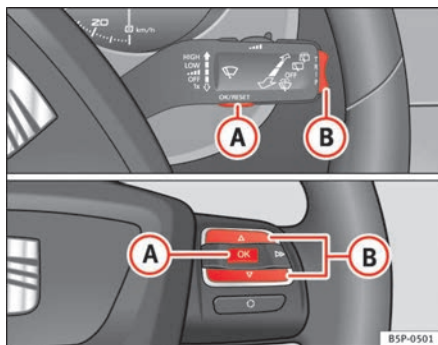

Abb. 39 Schaltwippen A und B. Bedienelemente am Lenkrad.
Ist demnächst ein Service fällig, erscheint in den Kilometeranzeigen eine **Service-Vorwarnung**. Es erscheint ein „Schraubenschlüssel“-Symbol und die Anzeige „km“ mit der Kilometerangabe, die bis zum fälligen Service-Termin gefahren werden kann. Nach etwa 10 Sekunden wechselt diese Anzeige. Es erscheint ein „Uhr-Symbol“ und die Anzahl der Tage bis zum fälligen Service-Termin. Der Informationstext am Display* im Kombiinstrument lautet: **SERV. IN... KM ODER... TAGEN**. Etwa 20 Sekunden nach Einschalten der Zündung oder bei laufendem Motor erlischt die Service-Meldung. Sie können auch durch Drücken des Rückstellknopfes des Kurzstreckenzählers oder durch Drücken der Wippe der MFA ⇒ Seite 64, Abb. 39 **(B)** in die Normalanzeige schalten.
- Zum Umschalten von einem Speicher auf einen anderen drücken Sie bei eingeschalteter Zündung kurz die Taste \Rightarrow Abb. 39 **A** am Scheibenwischerhebel oder die Taste **A** der Bedienelemente am Lenkrad \Rightarrow Abb. 39.